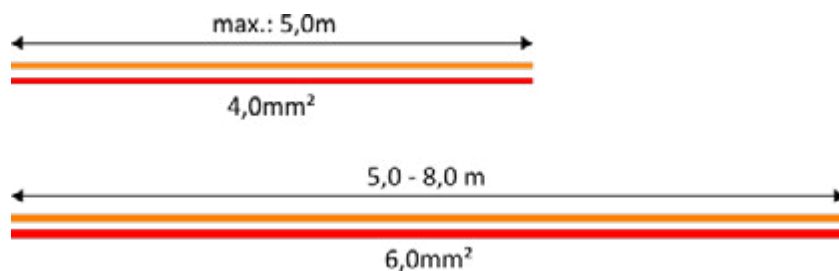

Fig. 39
- Para la conexión del cable entre la batería y el calefactor se deben utilizar los diámetros de cable que se indican a continuación (fig. 39).